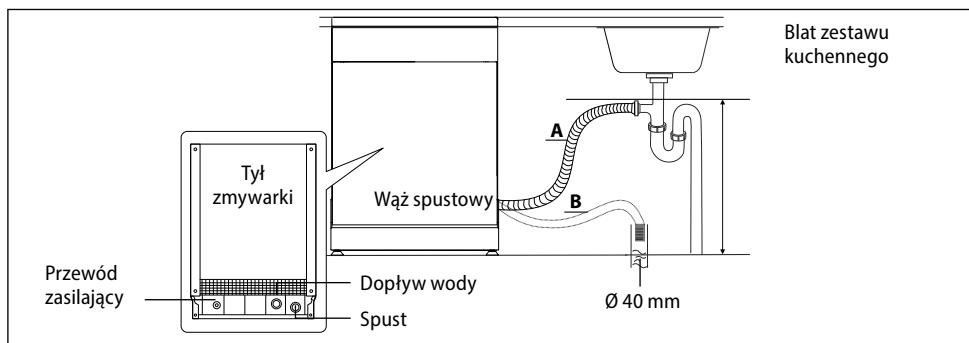

Rys. 18
4. Podłącz węża dopływowego do dopływu zimnej wody, jak pokazano na Rys. 18.
- Węza dopływowego podłącz do kurka wodociągowego z gwintem 3/4" (Rys. 18). Uważaj, aby wąż dopływy nie był zgięty, ścisnięty lub spleciony.